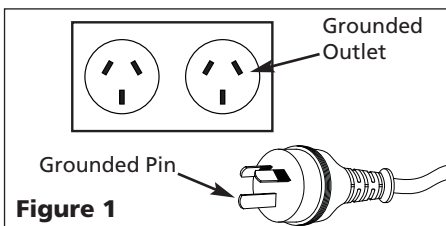

Figure 1
1. Ce produit est conçu pour l'utilisation d'un circuit de 120 volts et a une fiche de mise à la terre comme celle indiquée sur la Figure 1. Assurer que le modèle est branché à une prise de courant qui a la même configuration que la fiche. Ce produit doit être mis à la terre. Dans l'événement d'un court-circuit, la mise à la terre diminue le risque de secousse électrique en fournissant un fil d'échappement pour le courant électrique. Ce produit est équipé avec un cordon qui a un fil de terre avec une fiche de terre. Le cordon doit être branché dans une prise de courant qui a été installée et mise à la terre correctement en respectant tous les codes et règlements locaux.